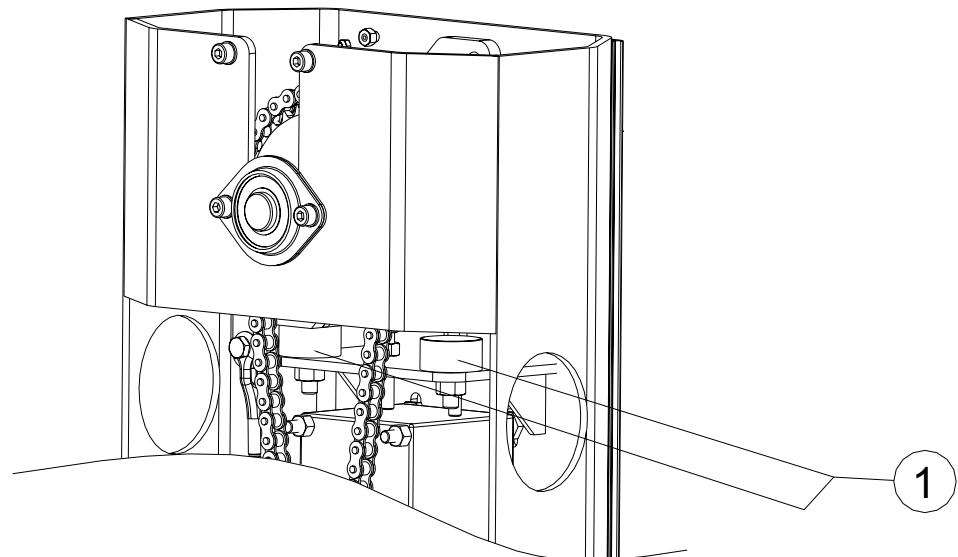

Abb. 11
- Mit der Programmierung fortfahren, dafür den Anweisungen der Steuerungszentrale Folge leisten. Nach der Beendigung der gesamten Programmierungsprozedur ist die Position des Endanschlags der Stange zu eichen, dafür am entsprechenden Gummischwingungsdämpfer wirken (Abb. 11).